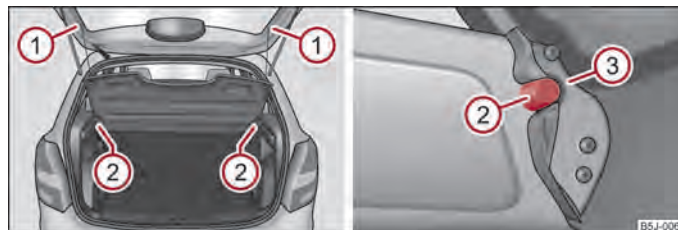

Fig. 47 Demontarea/Montarea raftului din portbagaj
- Demontați benzile de susținere ① ⇒ fig. 47.
- Demontați masca portbagajului aplicând lovituri ușoare asupra părții inferioare a capacului, în zona dintre suporturi, scoțând-o din suporturile ②.
- La remontare, așezați capacul pe suprafețele de așezare ale capitonajelor laterale și așezați elementele de prindere pe capac ③ deasupra suportului ② de la capitonajul lateral.
- Suspendați benzile de susținere ① de capota portbagajului.